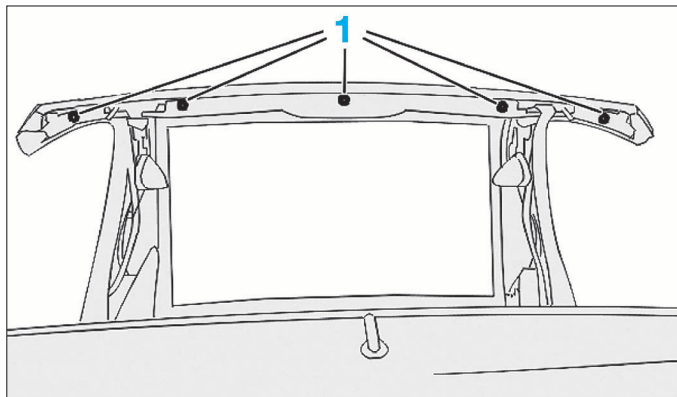

FIG. 92
- Dégrafer les fixations (1) sur l'avant du toit (Fig.92).